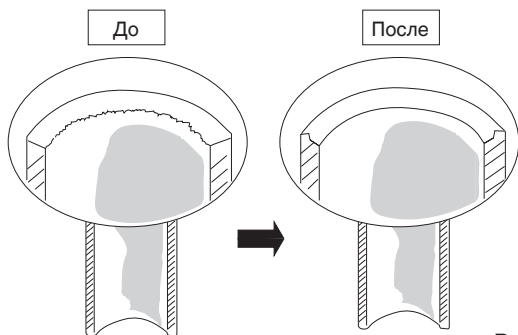

Рис. 5-1
- (1) Отрежьте медную трубу до нужной длины с помощью трубореза. Рекомендуется отрезать приблиз. на 30 – 50 см длиннее нужной длины трубопровода.
- (2) Удалите заусенцы на конце медной трубы с помощью развертки или напильника. Этот процесс является очень важным и должен выполняться осторожно, чтобы получилось хорошее коническое соединение. Следите за тем, чтобы загрязнения (влага, грязь, металлические опилки и т.п.) не попали в трубопровод. (Рис. 5-1 и 5-2)